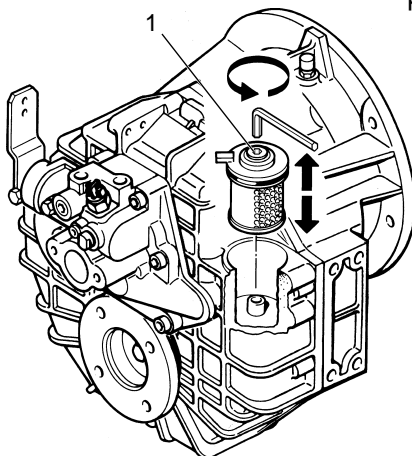

Fig. V-4
- 2.1.1 Turn the screw that fixes the oil filter cover in an anticlockwise direction and remove the filter from its housing (fig. V-4 pos. 1). Use a 6 mm Allen wrench.
- 2.1.1 Ruotare la vite che fissa il coperchio filtro olio, in senso antiorario, ed estrarre il filtro dalla sua sede (fig. V-4, pos. 1). Usare una chiave a «brugola» da 6 mm.
- 2.1.1 Tourner la vis de fixation du couvercle du filtre à huile dans le sens contraire aux aiguilles d'une montre; retirer ensuite le filtre de son emplacement (fig. V-4 pos. 1). Utiliser un clé d'Allen de 6 mm.
- 2.1.1 Girar el tornillo que sujeta la tapa del filtro de aceite, en sentido antihorario, y extraer el filtro. (Fig. V-4, pos.1). Usar una llave Allen de 6 mm.
- 2.1.1 Die Schraube, die den Deckel des Ölfilters befestigt, im Gegenurzeigersinn drehen und den Filter herausziehen (Pos. 1, Bild V-4). Einen Inbus-Schlüssel von 6 mm verwenden.